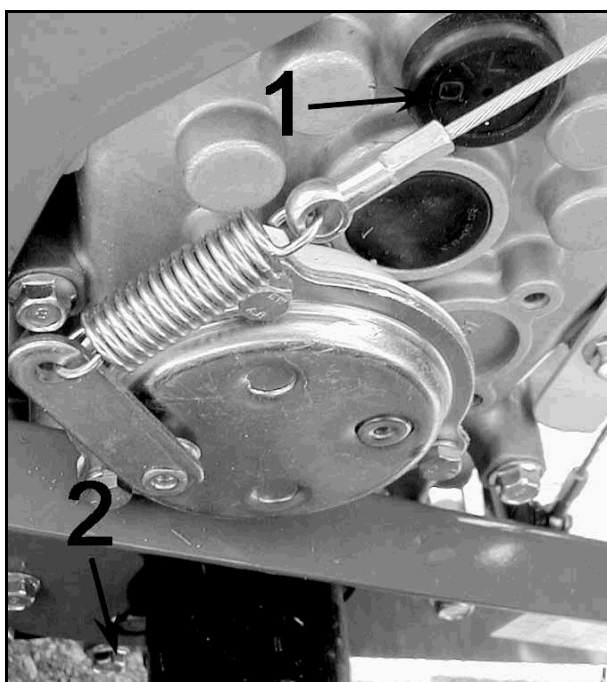

Figure 10
Niveau d'huile de transmission (Figure 10) :
- Enlevez le bouchon de remplissage d'huile (figure 10, repère 1). Si le niveau est correct, l'huile doit affleurer le point bas du logement du bouchon. S'il manque de l'huile, remettez une huile pour transmission 80W90 API GL4.
- L'huile doit être échangée au première 20 heures d'utilisation, puis toutes les cent heures. La vidange se fait par le bouchon de vidange (figure 10, repère 2).